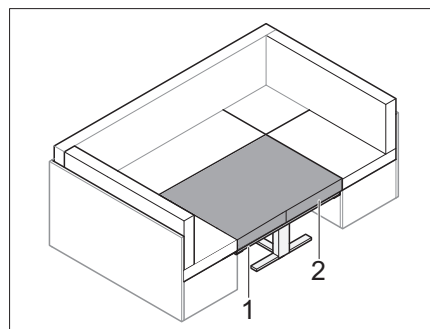

Fig. 70 Cuscino aggiuntivo inserito
- Inserire il cuscino aggiuntivo in dotazione (Fig. 70,2).